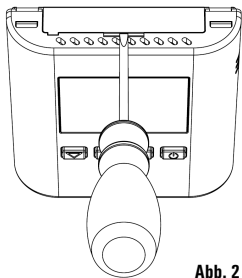

Abb. 2
- Ziehen Sie mit Hilfe eines Schlitzschraubenziehers das Batteriefach (Abb. 2 und 3) heraus.
- 1 Batteriefach herausziehen: die Spitze eines Schlitzschraubendrehers in den Schlitz einfügen und das Fach wie in Abbildung 2 und 3 dargestellt anheben.